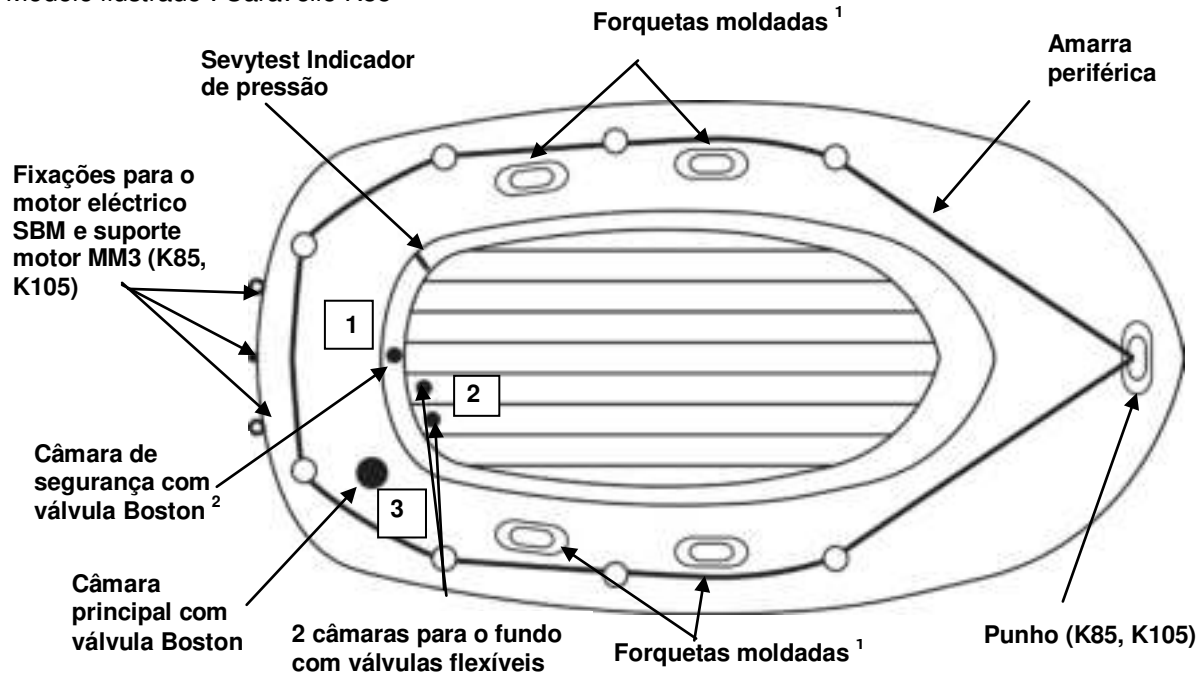

Figura 1
a) Válvula(s) Boston (figura ao lado): desaparafuse a tampa da válvula (1), aparafuse o corpo da válvula (2) na base da válvula (3); mantenha esta a tampa acessível. Introduza a extremidade do tubo da bomba na válvula e encha até atingir o nível de pressão recomendado (ver ponto 3). Após o enchimento, fechar bem todas as válvulas com as suas tampas (no sentido dos ponteiros do relógio). **N.B.:** uma ligeira fuga de ar antes do fecho das válvulas com as suas tampas é normal. Apenas a tampa das válvulas assegura a **ESTANQUIDADE**.
2. Encha o barco segundo a ordem de enchimento indicada na placa matrícula impressa no barco (ver também a figura 1, a numeração das válvulas).
3. Nível de pressão máxima: **a pressão de utilização deste produto é de: 0,06 bar (= 60 mbar). Não a ultrapassa.** O seu barco está equipado com um indicador de pressão Sevytest que permite verificar a pressão. Encher primeiro a câmara de segurança (ver figura 1) até à marca "+" do Sevytest e depois a câmara principal (ver figura 1) até à marca "-". **Sobrepessão:** esvazie até atingir o nível de pressão recomendado. **Baixa de pressão:** volte a encher ligeiramente. **N.B.:** acontece que o indicador de pressão SEVYTEST não regressa à sua posição inicial após enchimentos frequentes devido a um alongamento do PVC sob a influência da pressão de enchimento. Mas, ainda assim, pode verificar se ele está posicionado nos limites dos níveis de pressão recomendados.